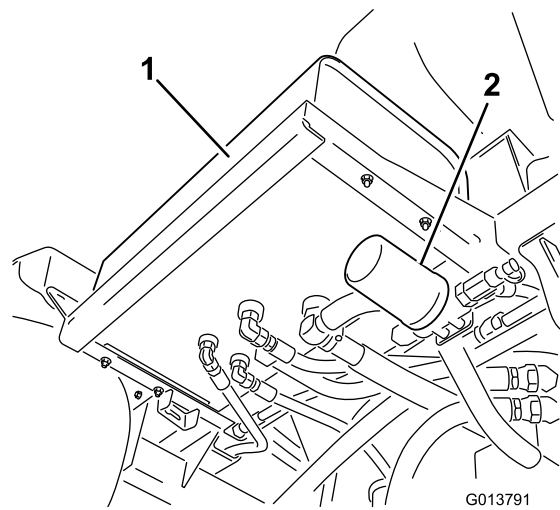
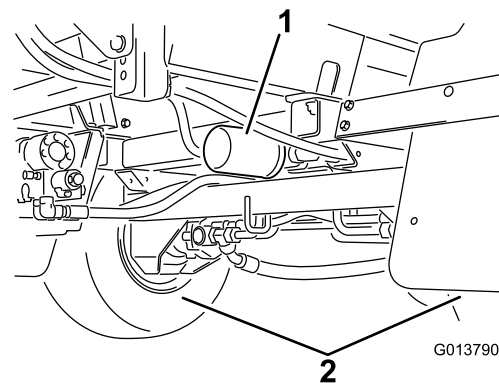

Figura 141
Figura 142
2. Localisez les 2 filtres hydrauliques sur la machine (Figura 141 et Figura 142).